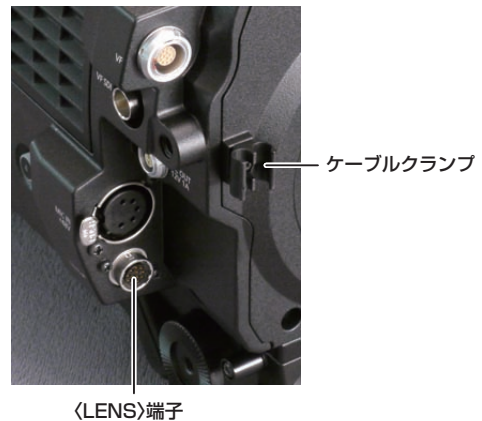

図 4
- 4 ケーブルをケーブルクランプに押し込み、<LENS> 端子に接続する。(図 4)